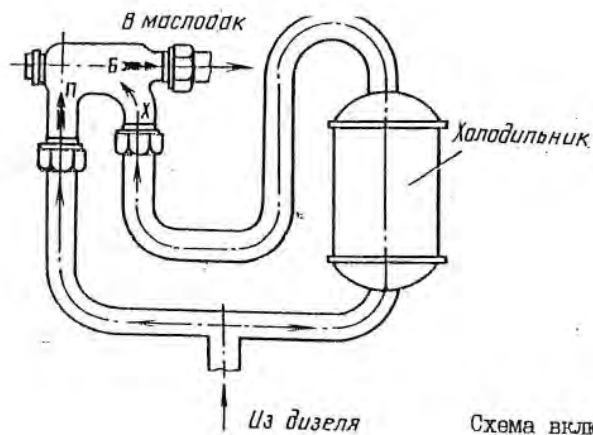

Рис.2. Схема включения терморегулятора
Автоматическое поддержание заданной температуры масла производится по принципу перепуска, т.е. часть масла, выходящего из дизеля, направляется мимо холодильника на вход в дизель, перемешиваясь с охлажденным маслом (рис.2).
4.4. Схема включения терморегулятора приведена на рис.2.
Терморегулятор устанавливается так, чтобы маркировка патрубков совпадала с направлением потока масла, указанным на рис.2.